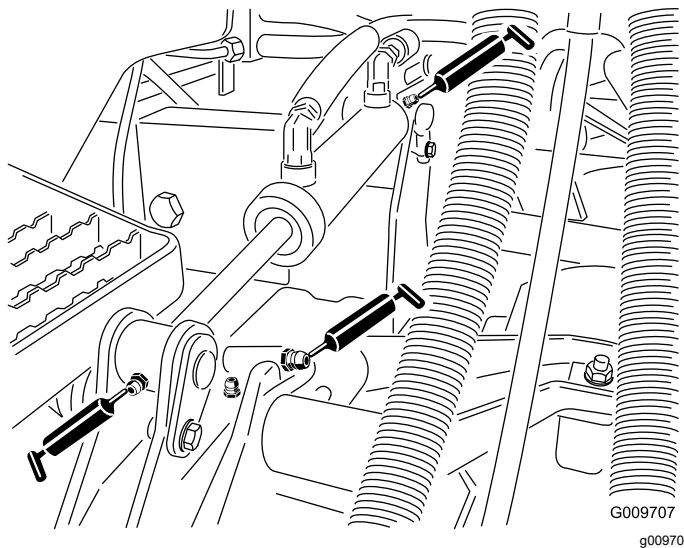

**Figura 84**
- Buce bra de ridicare (1 pentru fiecare unitate de tăiere), aa cum se arată în Figura 84
- Buce cilindru de ridicare (2 per unitate de tăiere), aa cum se arată în Figura 84